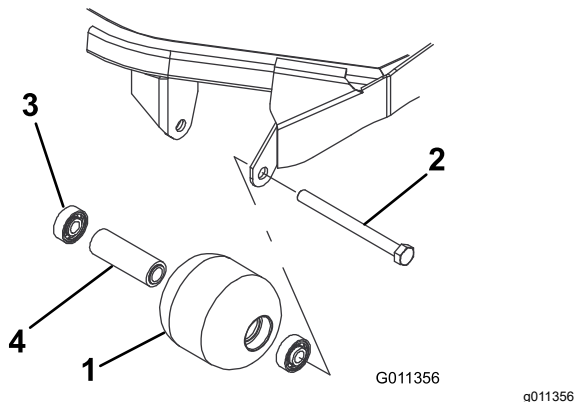

Figure 87
1. Retirez le boulon de fixation du galet (Figure 87).
1. Enfoncez le premier roulement dans le logement à la presse (Figure 87). Exercez la pression uniquement sur la bague extérieure ou uniformément sur les bagues intérieure et extérieure.
2. Insérez l'entretoise (Figure 87).
3. Enfoncez le second roulement dans le logement à la presse (Figure 87). Exercez une pression uniforme sur les bagues intérieure et extérieure jusqu'à ce que la bague intérieure rencontre la douille d'écartement.
4. Vérifiez l'état du logement de roulements, des roulements et de l'entretoise de roulements (Figure 87) Remplacez les composants endommagés et remontez-les.